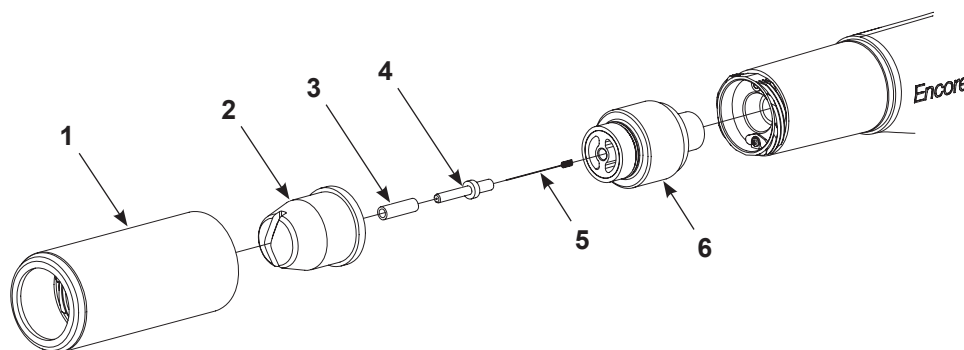

Figure 9 Nettoyage d'une buse à jet plat/en coin
1. Voir la Figure 9. Dévisser l'écrou de la buse (1) dans le sens inverse des aiguilles d'une montre
2. Retirer l'écrou de la buse (1) et la buse (2) du pistolet de pulvérisation. Démontez la buse de l'écrou et nettoyez les deux avec de l'air comprimé à basse pression et des chiffons propres. Les remplacer s'ils sont usés ou endommagés.
4. Vérifier l'usure du manchon (3) et du porte-électrode (4). Si l'un ou l'autre est usé ou endommagé les remplacer avec le kit porte-électrode à jet plat.
- a. Dévisser le porte-électrode et le manchon du support d'électrode (6).
- b. Installer le manchon neuf (3) dans le nouveau porte-électrode (4).
- c. Installer l'électrode (5) dans le nouveau porte-électrode, puis visser ce dernier dans le support d'électrode (6).
6. Installer la buse (2) sur le support d'électrode (4), puis visser l'écrou de la buse (1) sur le corps du pistolet de pulvérisation dans le sens des aiguilles d'une montre et le serrer à la main.